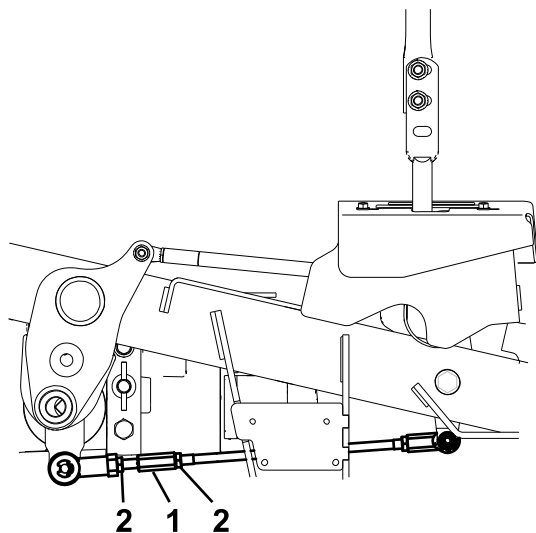

Рисунок 59
10. Відрегулюйте довжину штока регулятора насоса, обертаючи подвійні на штанзі у відповідному напрямку, доки колеса злегка не пересунуться в зворотному напрямку (Рисунок 59).